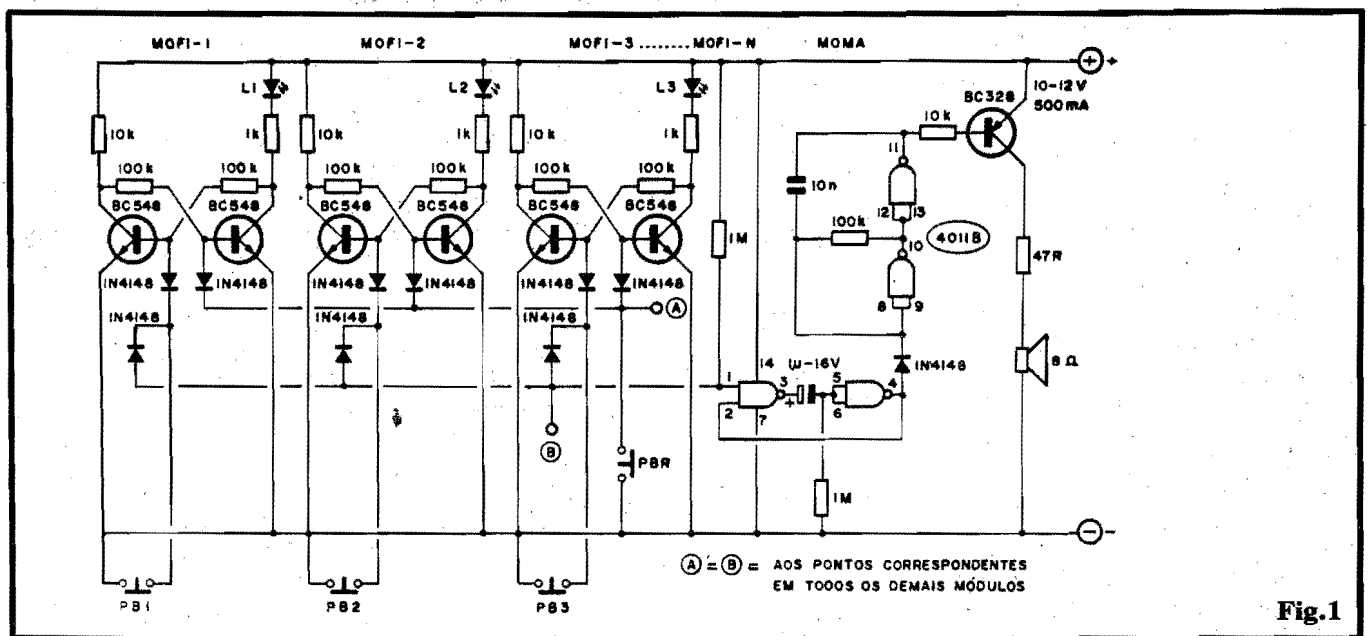

Fig. 1
- FIG. 1 - DIAGRAMA DO "MÓDULO MÃE" E DOS "MÓDULOS-FILHO" - Na figura, o esquema mostra (por óbvias razões de espaço editorial) apenas três MÓDULOS FILHO (MOFI), cada um estruturado em torno de um par de transistores BC548. Obviamente que, na instalação final, deverão existir tantos MOFIs quantos sejam necessários (um para cada ponto de chamada requerido...). Os tais MÓDULO FILHO (MOFI) nada mais são do que simples células de memória, BIESTÁVEIS formados por dois BC548 dispostos em realimentação "cruzada" para CC, com os resistores de 100K promovendo a mútua realimentação e polarização de base dos ditos transistores. O coletor do BC548 da esquerda (em cada MOFI) está